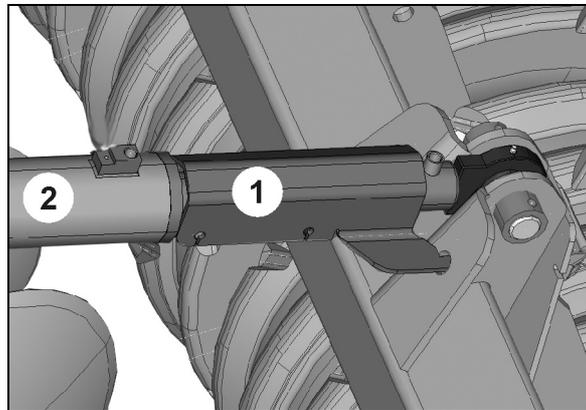

Fig. 31
1. Hydraulik-Zylinder (Fig. 31/2) mit Einfahrsperr (Fig. 31/1) verriegeln.